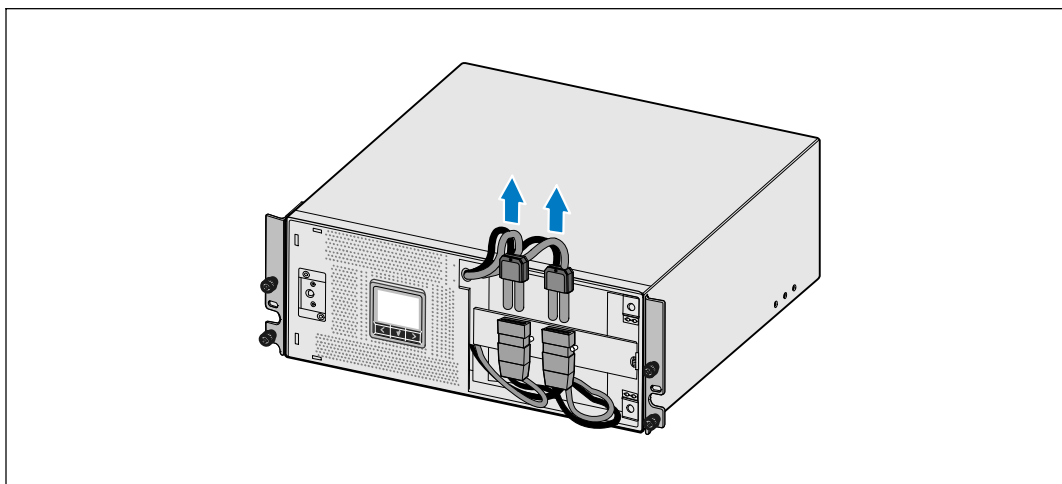

Figure 28. Débranchement du connecteur de la batterie interne
- 4 Débranchez les connecteurs de la batterie interne (voir Figure 28).